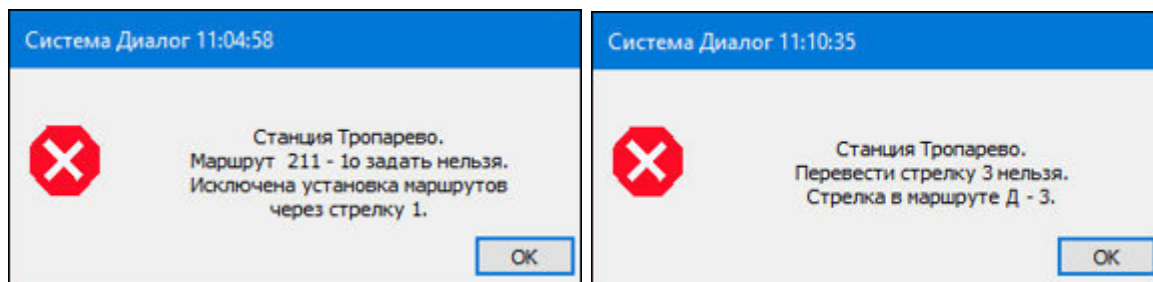

Рис. 3.51 Сообщения о невозможности реализации команды ТУ
6. При невыполнении условий отправки команды телеуправления – отсутствии режима управления или отсутствии регистрации пользователя (Рис. 3.51).